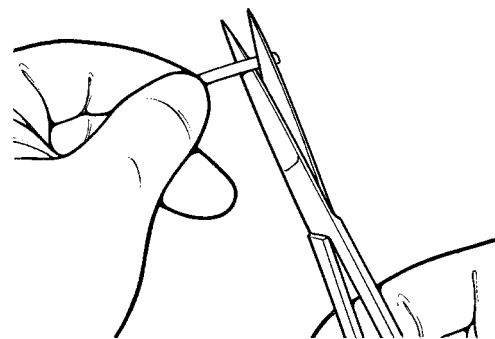

Figura 4-21. Corte del tubo
1. Corte el tubo (**Figura 4-21**) de tal forma que se adapte a la anatomía del paciente.